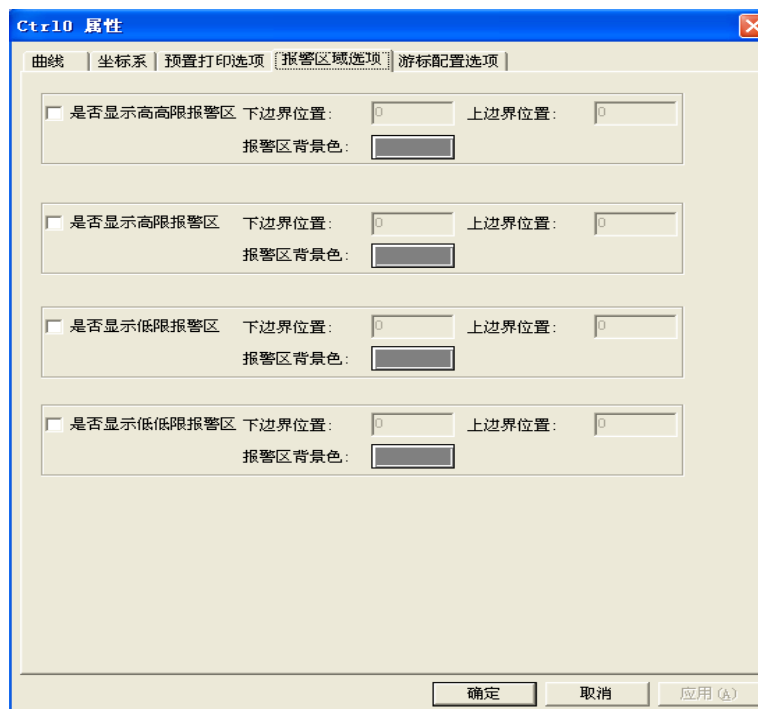

图 6-13
**报警区域选项属性页：**历史曲线控件中的“报警区域选项属性页”对话框，如图 6-13 所示。